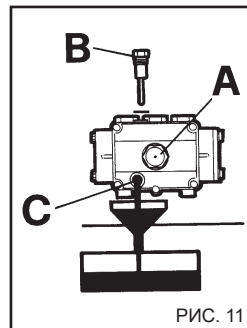

РИС. 11
Периодически контролируйте уровень масла в насосе высокого давления через индикатор, рис. 11А или при помощи шупа контроля уровня, рис. 11 В.
- 1) Отвинтите пробку слива, находящуюся под насосом, рис. 11 С.
- 2) Отвинтите пробку с шупом контроля уровня, рис. 11.